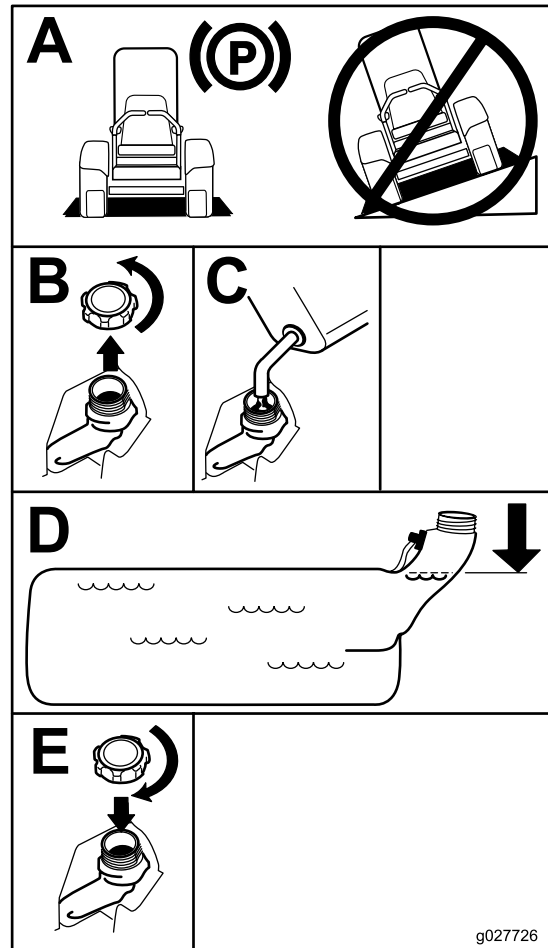

Figure 7
4. Remplissez le réservoir de carburant jusqu'à la base du goulot de remplissage (**Figure 7**).